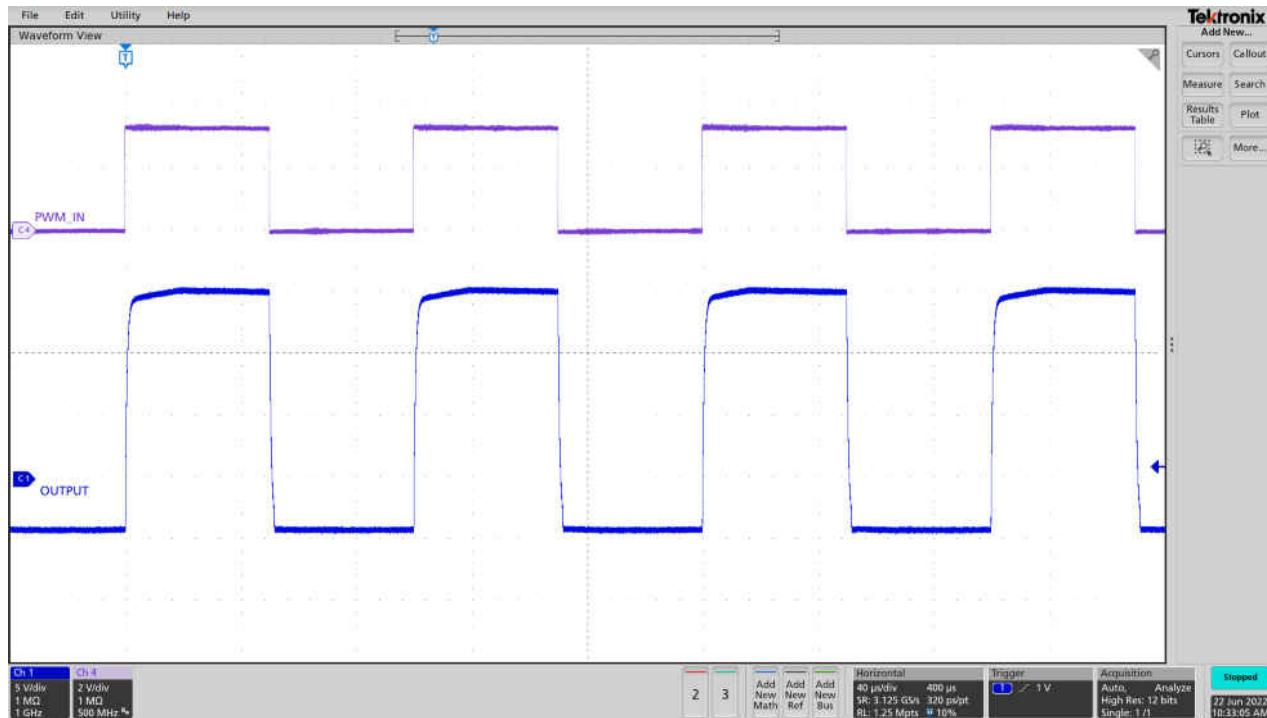

图 4-12. UCC5880-Q1 PWM 开关 100nF 负载
14.示波器应显示栅极驱动器输入和 PWM 输入，如图 4-12 所示。